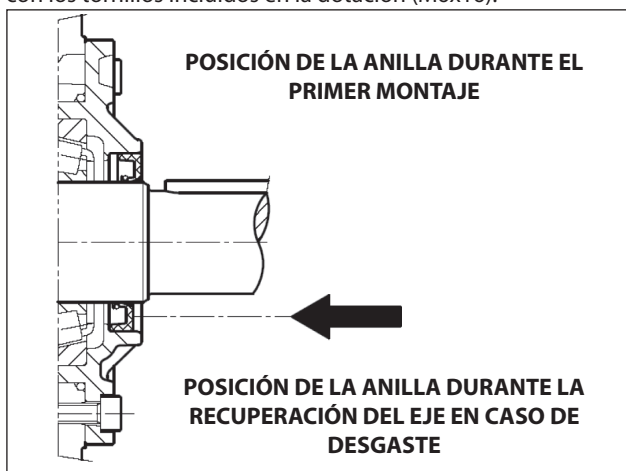

Fig. 7
Si es necesario sustituirla, colocar la nueva anilla utilizando la herramienta (cód. 27904500) como se indica en la Fig. 7.
**En el caso que el eje bomba presente un desgaste diametral en la zona de contacto con el labio de retención, con el fin de evitar tener que realizar la operación de rectificación, es posible volver a colocar la anilla hasta que encaje con la tapa como se indica en la Fig. 7.**